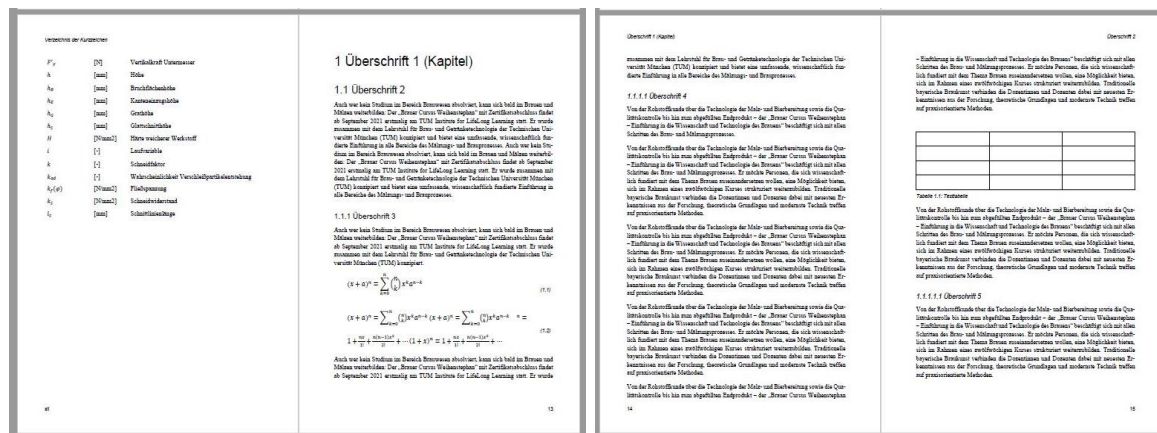

Abbildung 2.2: Zweiseitiges Layout für den Buchdruck.
4. Das Dokument (der Buchblock) beginnt immer auf einer rechten Seite. Eine linke und eine rechte Seite liegen sich im Folgenden immer gegenüber (vgl. Abbildung 2.2).